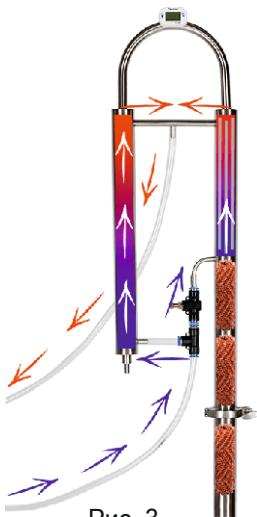

Рис. 3
3. Режим максимального укрепления (Рис. 3). Для высокой степени укрепления (96 градусов) и очистки от примесей. Необходимо приобрести дополнительную царгу, которая устанавливается при помощи клампового соединения. Увеличение высоты и установка насадок Панченкова (приобретается дополнительно) внутрь царги приводит к максимальному отделению спиртовых паров от водной смеси и увеличивает площадь пароиспарения. Также можно приобрести диоптр и наблюдать напрямую за процессом.